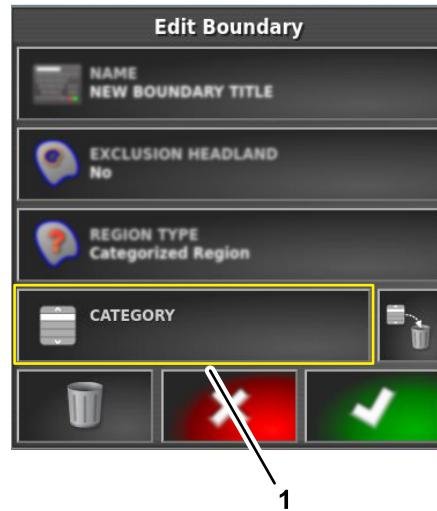

Figura 65
- Nella finestra di dialogo Modifica confini, premete l'icona CATEGORIA per visualizzare un elenco di tipi di categorie (Figura 65).